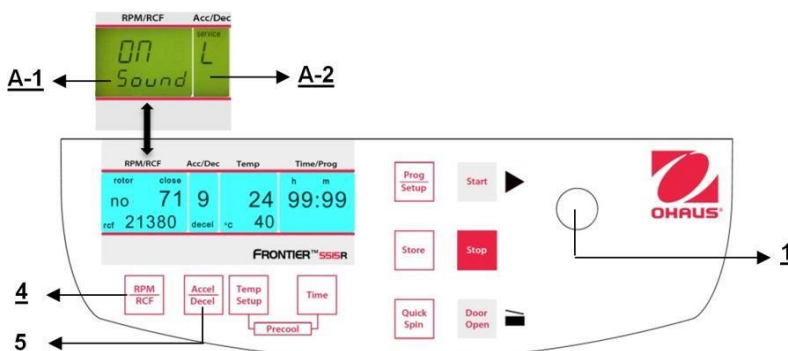

Figure. 33
Poursuivre conformément à la description du paragraphe 4.1. 1 pour entrer dans ce mode de programme et appuyer ensuite sur la touche **"Accel/Decel"** (5). Sur l'affichage **"Acc/Dec"** (A-2), le mot **"Service"** clignote. Sélectionner maintenant la lettre **"U"** avec le bouton de réglage (1). Ceci entraîne l'apparition des mots **"Vol=0-9/Sound"** sur l'affichage **"RPM | RCF"** (A-1). Après avoir appuyé sur la touche **"RPM | RCF"** (4), l'utilisateur peut régler le volume désiré entre 0 (faible) et 9 (fort) avec le bouton de réglage (1) (voir la figure 33).